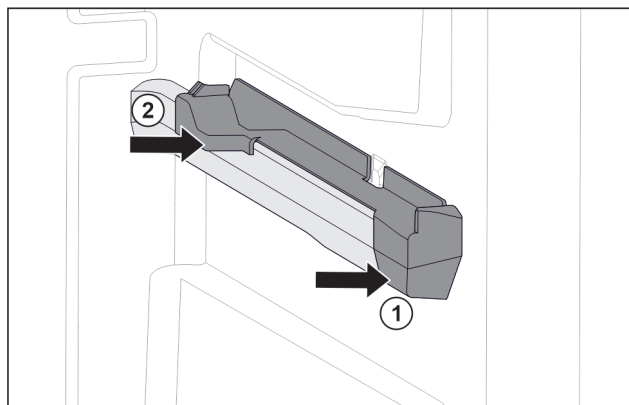

Fig. 116 Aufsteckteil auf der rechten Behälterrippe
- Aufsteckteil vorne an Behälterrippe ansetzen. Fig. 116 (1)
- Aufsteckteil hinten andrücken. Fig. 116 (2)